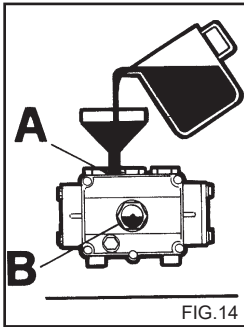

FIG.14
- 2) Bruk peilepinnen til å skru av dekslet (fig. 14).